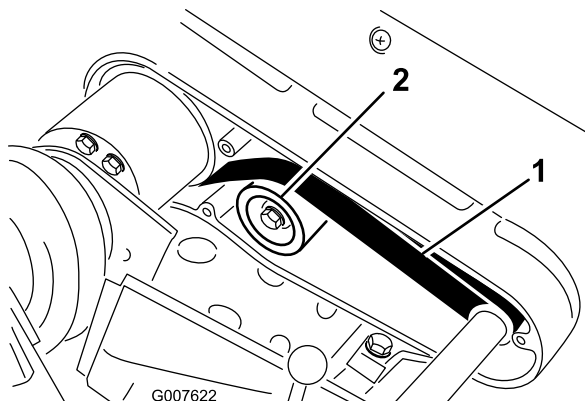

Figure 42
2. Contrôlez la tension en exerçant une force de 22 à 26 N à mi-distance entre les poulies (Figure 42). La courroie doit présenter une flèche de 6 mm.
- A. Desserrez l'écrou de fixation de la poulie de tension et faites pivoter la poulie dans le sens horaire contre l'arrière de la courroie jusqu'à ce que vous obteniez la tension voulue (Figure 42).